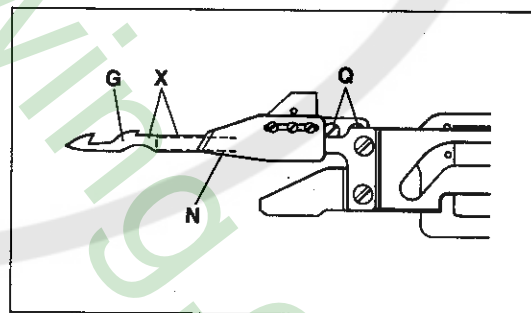
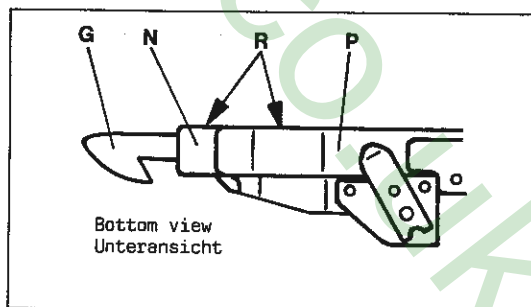

Fig.51
Fig.53
Set the leaf spring (N, Fig. 51) for clamping the looper thread so that the edges (X) of lower knife (G) and leaf spring (N) are flush and aligned.
- 2.4 Loosen screws (Q, Fig. 51) for making the following settings:
Besides this, the edge (R, Fig. 53) of leaf spring (P) has to be set aligned with edge (R) of leaf spring (N). Retighten screws (Q, Fig. 51).
Stellen Sie die Blattfeder (N, Fig. 51) zum Klemmen des Greiferfadens so, daß die Kanten (X) von Untermesser (G) und Blattfeder (N) bündig in einer Linie sind.
- 2.4 Lösen Sie die Schrauben (Q, Fig. 51) für folgende Einstellungen:
Zudem muß die Kante (R, Fig. 53) der Blattfeder (P) mit der Kante (R) der Blattfeder (N) in einer Linie stehen. Ziehen Sie die Schrauben (Q, Fig. 51) wieder an.